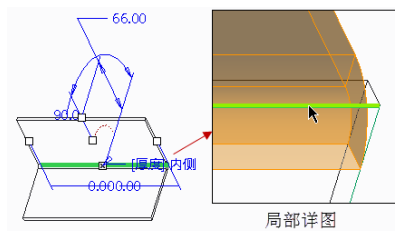

图 1-100 指定连接边
(1) 在功能区的“模型”选项卡中单击“形状”组中的 （平整）按钮，打开“平整”选项卡。
(2) 在“图形”工具栏中将显示样式设置为 （消隐），接着在钣金件中选择图 1-100 所示的一条边，系统默认的薄壁形状为“矩形”。